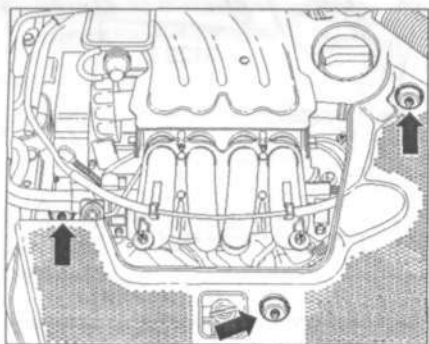

Рис. 2.17. Извлеките пробки из второй крышки двигателя и открутите крепежные гайки (стрелки) и снимите крышку.
8. Извлеките пробки из второй крышки двигателя и открутите крепежные гайки (стрелки) и снимите крышку (рис. 2.17).